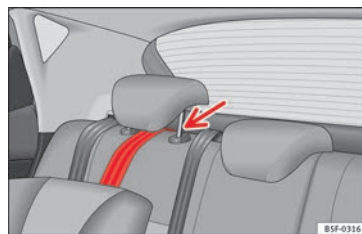

Fig. 34 Correia de fixação: ajuste correto e montagem.
- Coloque a correia por baixo do encosto de cabeça do banco posterior » **Fig. 34** (se necessário, levante o encosto de cabeça).